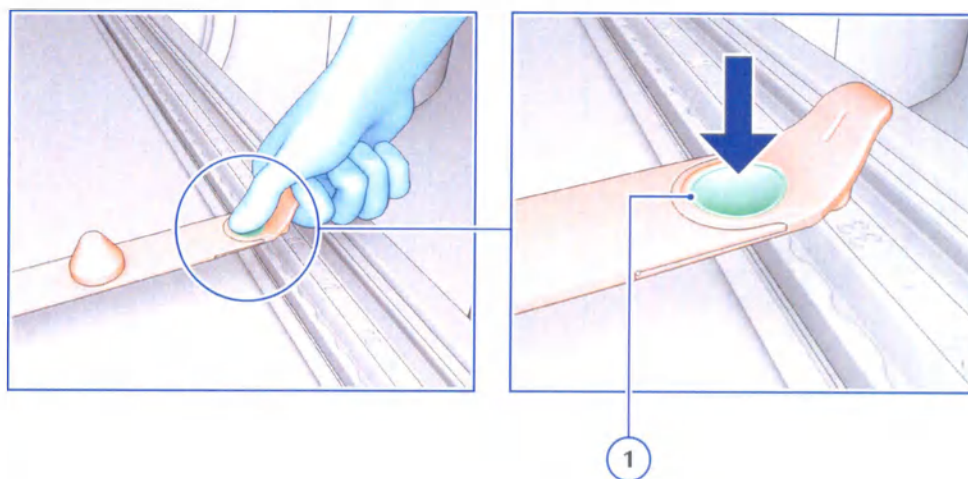

Рис. 4.10. Один конец разметочной планки закреплен
- d Осторожно нажмите на углубление прижима (см. Рис. 4.10.).